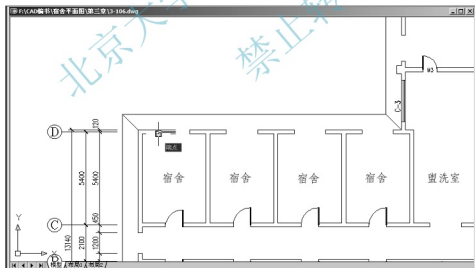

图 3.89 确定图块的插入点
(1) 在命令行输入“MINSERT”后按 Enter 键。
① 在输入块名或 [?]：提示下,输入“窗块”。
② 在指定插入点或 [基点 (B)/ 比例 (S)/ X/Y/Z/ 旋转 (R)/ 预览比例 (PS)/PX/PY/PZ/ 预览旋转 (PR)]：提示下,单击如图 3.89 所示的位置以确定插入点。